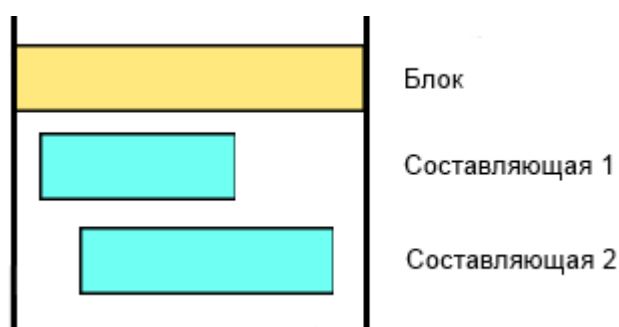

Рисунок 13.60 – Заявки на блок и составляющие блока, сроки ремонтов которых находятся в пределах срока ремонта блока
- сроки ремонтов, составляющих находятся в пределах (внутри) срока ремонта блока. При этом вся совокупность заявок учитывается в разделе «Энергоблоки» как один останов блока, продолжительность простоя определяется по общему правилу по заявке на блок (Рисунок 13.60);